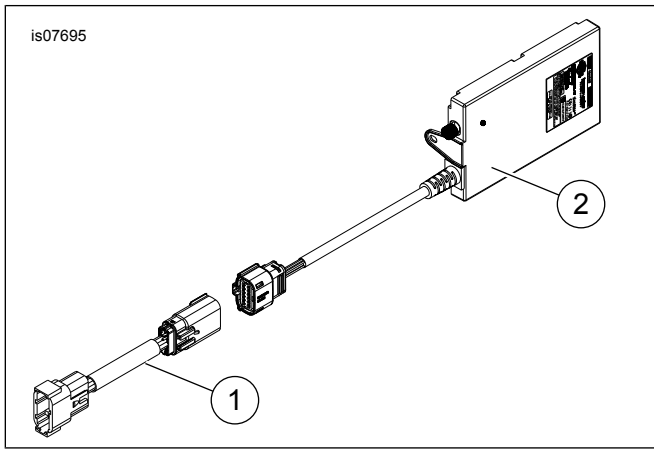

Figura 3. Peças de reposição: Kit de rádio CB (faixa do cidadão)
Veja Figura 3 e Tabela 1.
- a. Coloque o conector macho 12 pinos do chicote de fios revestido (1) com a etiqueta "Intercom" [53] no conector fêmea que vem da nacela do console.
- b. Veja Figura 3. Conecte o módulo CB (faixa do cidadão) (2) ao módulo CB (1) como exibido.